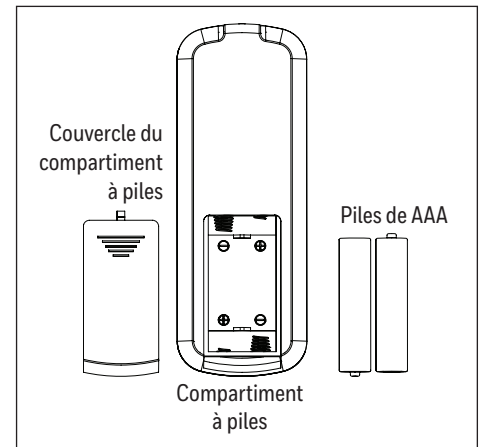

Figure 1.9
- Retirez le couvercle du compartiment à piles situé à l'arrière de la télécommande à l'aide d'un tournevis, si nécessaire. Insérez deux piles dans la télécommande; veillez à ce que la polarité des piles corresponde à celle indiquée dans le compartiment à piles : positif (+) sur positif (+) et négatif (-) sur négatif (-). Remplacez le couvercle du compartiment à piles (Figure 1.9).